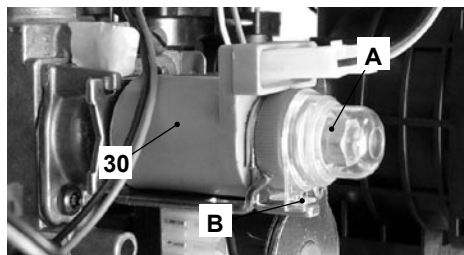

Figura 7.2
- Rimuovere il cappuccio di protezione "A" dell'operatore modulante 30 in Figura 7.2 ruotandolo in senso orario per liberarlo dal fermo "B" e facendo leva con un cacciavite piatto nella scanalatura.
- Rimontare il cappuccio di protezione "A" Figura 7.2